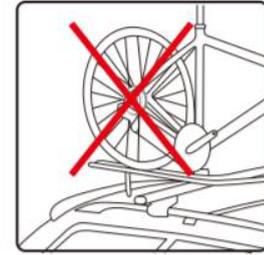

图 12
- 碳纤轮组可能因不正确的收纳方式造成损伤, 不可采用吊挂方式陈列(图12).